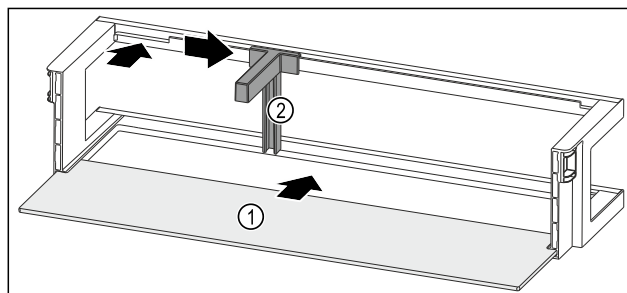

Fig. 279 Oviteline säilytyshyllyn kanssa
- Työnnä säilytyshylly Fig. 279 (1) sivuille oleviin koloihin.
- Aseta pullonpidin Fig. 279 (2) koloon.
- Työnnä pullonpidin Fig. 279 (2) sivulle haluttuun asentoon.